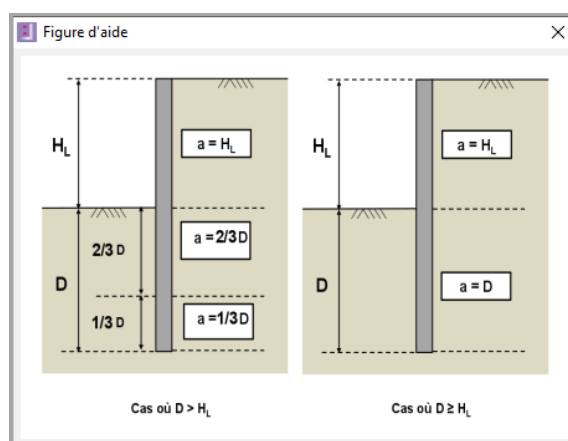

Figure B 27 : Figure d'aide pour la définition du paramètre dimensionnel a
- a** : paramètre à définir en fonction de la fiche de l'écran, de la hauteur soutenue ainsi que de la position relative de la couche concernée par rapport au fond de l'excavation. La dimension du paramètre « a » est une longueur. Une figure d'aide illustre le choix de ce paramètre (cf. Figure B 27).